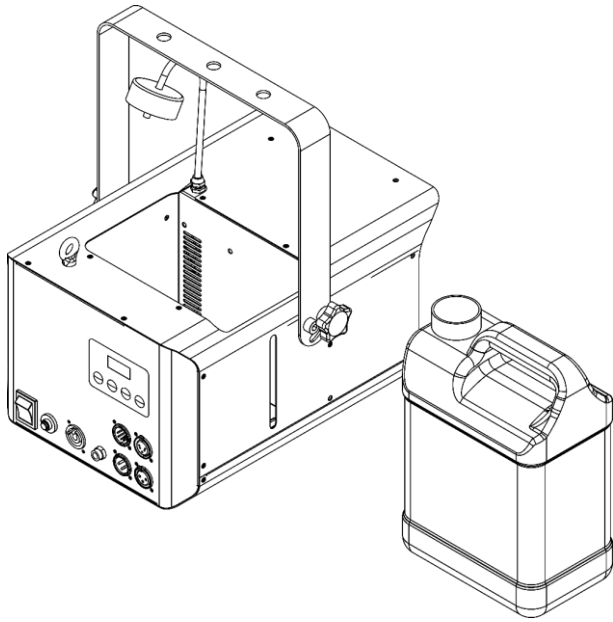

Abb. 10
- 04) Stellen Sie den Flüssigkeitstank auf eine ebene Fläche in der Nähe des Geräts, wie in Abb. 10 gezeigt.